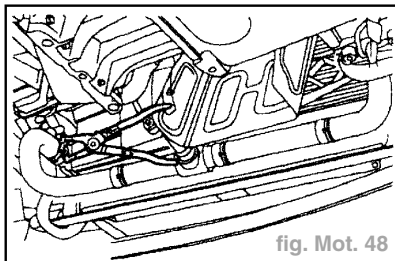

fig. Mot. 48
- Débrancher la durit inférieure du radiateur (fig. Mot. 48).